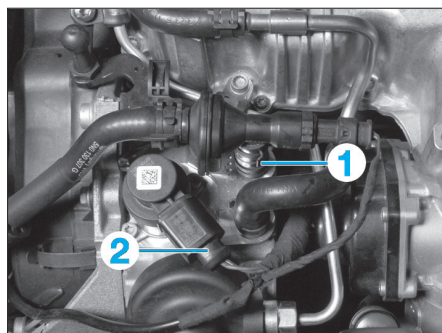

Fig. 30
- Débrancher la durit d'alimentation en carburant (1) de la pompe haute pression (Fig.30).
- Débrancher le connecteur (2).